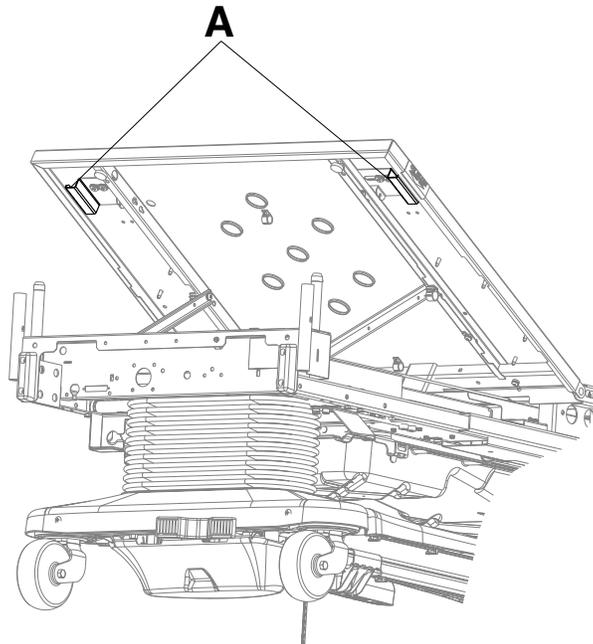

Figure 6 – Activation du débrayage pour position d'urgence RCP
Les deux leviers de débrayage pour position d'urgence RCP se trouvent du côté tête du lit à droite et à gauche du relève-buste (A) (Figure 6).